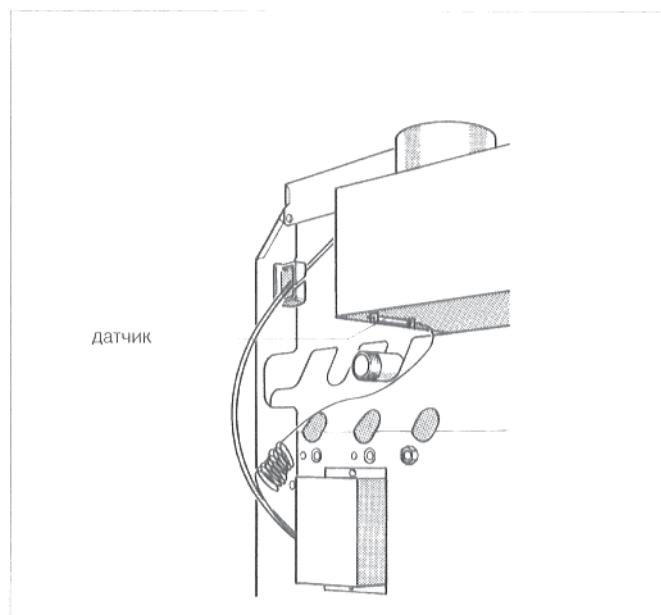

Рис. 38: датчик контроля отходящего газа
- Отвинтить датчик температуры отходящего газа (рис. 38) от предохранителя потока.